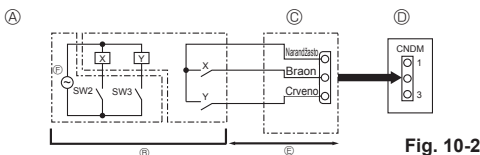

Fig. 10-2
10.2. Funkcija Demand (smanjenje potrošnje) (izmena na mestu ugradnje) (Fig. 10-2)